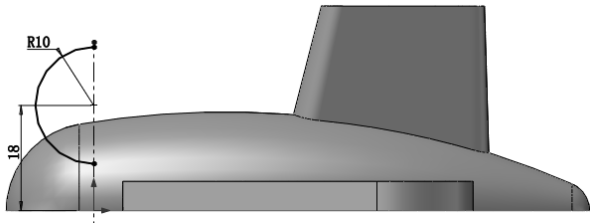
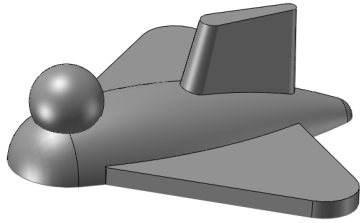

图 9-120 草图标注尺寸 2
图 9-121 旋转曲面结果
14) 绘制旋转草图。在左侧 FeatureManager 设计树中用鼠标选择“上视基准面”，作为绘图图形的基准面；单击“草图”控制面板中的 ϕ （中心线）按钮和 $\odot$ （圆心/起/终点圆弧）按钮，绘制图 9-120 所示的草图并标注尺寸。
15) 旋转曲面。单击“曲面”控制面板中的 $\odot$ （旋转曲面）按钮，系统弹出“曲面-旋转”属性管理器。在“旋转轴”选项组的列表框中，用鼠标选择图 9-120 中所示的竖直中心线。单击属性管理器中的✓（确定）按钮，结果如图 9-121 所示。